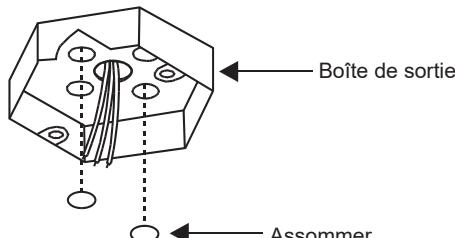

Fig. 4
1. Retirez deux ouvertures défonçables de la boîte de sortie pour exposer la solive. (Fig.4)